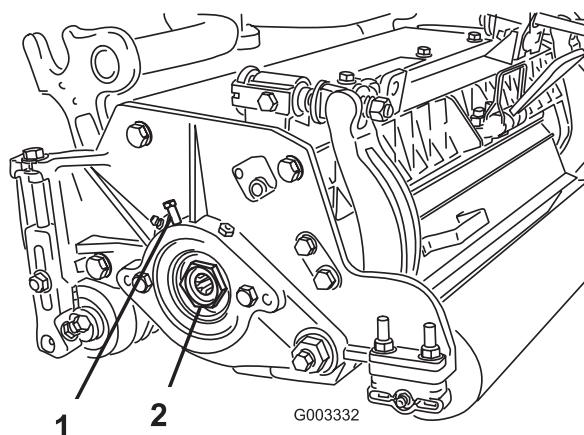

Figure 20
- A. Desserrez la vis extérieure de fixation de l'écrou de réglage au logement de roulement situé sur le côté gauche du plateau de coupe (Fig. 20).